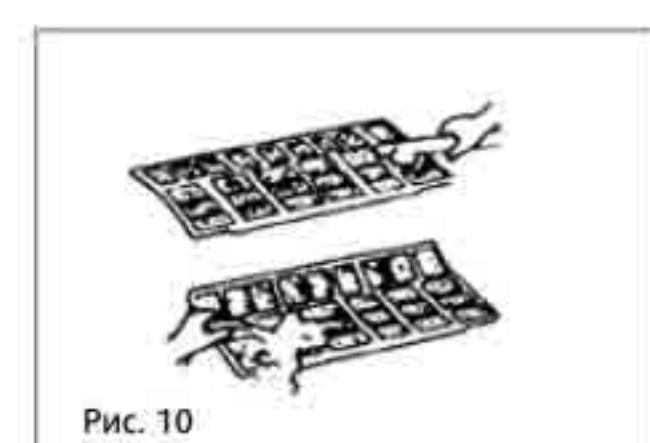

Рис. 10
6. Очистите, правый и левый воздушные фильтры грубой очистки при помощи пылесоса или воды, затем просушите их в прохладном, затенённом месте (рис.10).